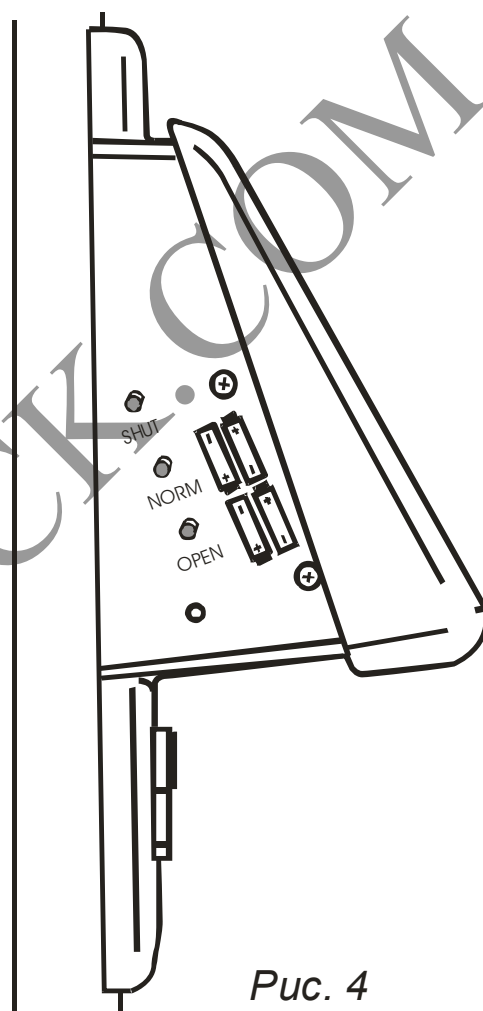

Рис. 4
1. не закрывая дверь, кратковременно нажать кнопку «**OPEN**» (перевод замка в «день открытых дверей») (см. рис. 4), которая расположена на боковой панели внутренней ручки, и замок останется в открытом положении;